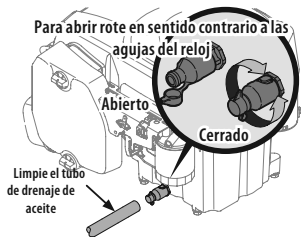

Figura 35
- Abra la tapita protectora del extremo de la válvula de drenaje para visualizar el orificio de drenaje. Consulte la Figura 35.